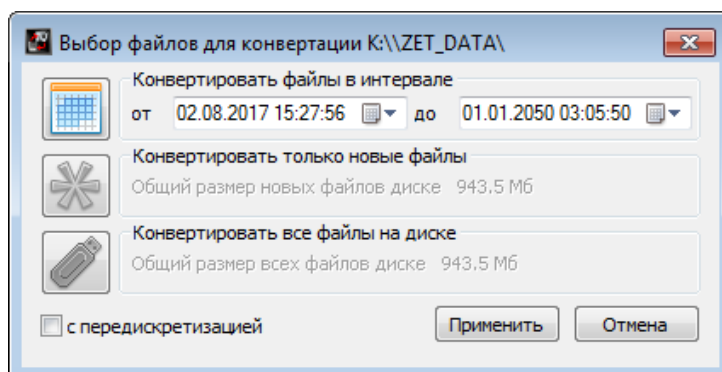

Рис. 5.14 Программа конвертации файлов
4. На компьютере автоматически запустится программа «Выбор файлов для конвертации с диска». Данная программа предназначена для копирования и конвертации файлов с карты памяти анализатора на компьютер (Рис. 5.14).